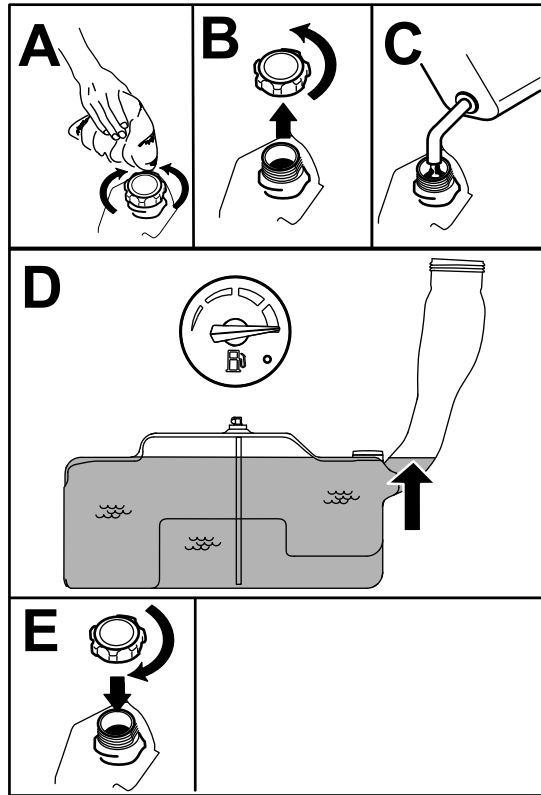

Bild 7
5. Füllen Sie den Kraftstofftank, bis die Benzinuhr an der Voll-Markierung liegt (Bild 7). Füllen Sie den Kraftstofftank nicht ganz auf.